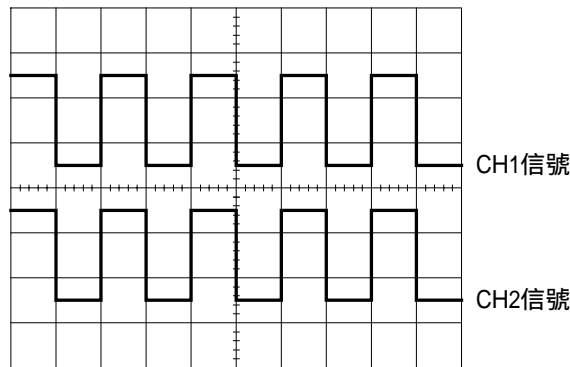

图 4-4
- ① 将 VERT MODE^⑭置于 DUAL 位置。此时，显示屏上应有两条扫描线，CH1 的轨迹为校准信号的方波；CH2 则因尚未连接信号，轨迹呈一条直线。
- ② 将探棒连接至 CH2 输入端^⑳，并将探棒接上 2Vp-p 校准信号端子^①。
- ③ 按下 AC-GND-DC 置于 AC 位置，调 \blacktriangleleft POSITION 钮^⑪^⑲，以使两条轨迹如图 4-4 般显示。